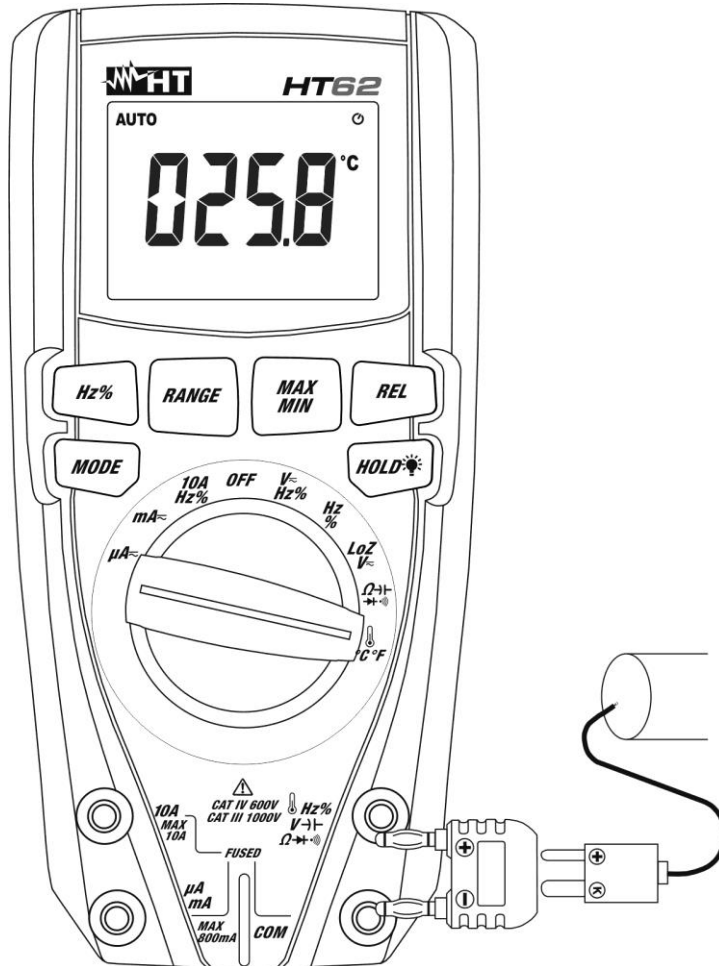

Fig. 9: Uso del instrumento para medida de Temperatura
3. Inserte el adaptador en dotación en los terminales de entrada Hz%V-Ω- (polaridad +) y **COM** (polaridad -) (vea Fig. 9)